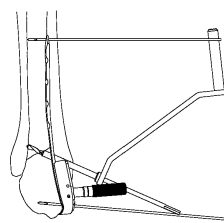

図7-2
3.5-2.5 ラグスクリー法ドリルガイドの2.5 ドリルガイド側を3.5 ドリルにてドリリングした穴に差し込み、2.5 ドリルにてドリル先端が対側皮質から2mm程突出するまでドリリングします。(図7-2)